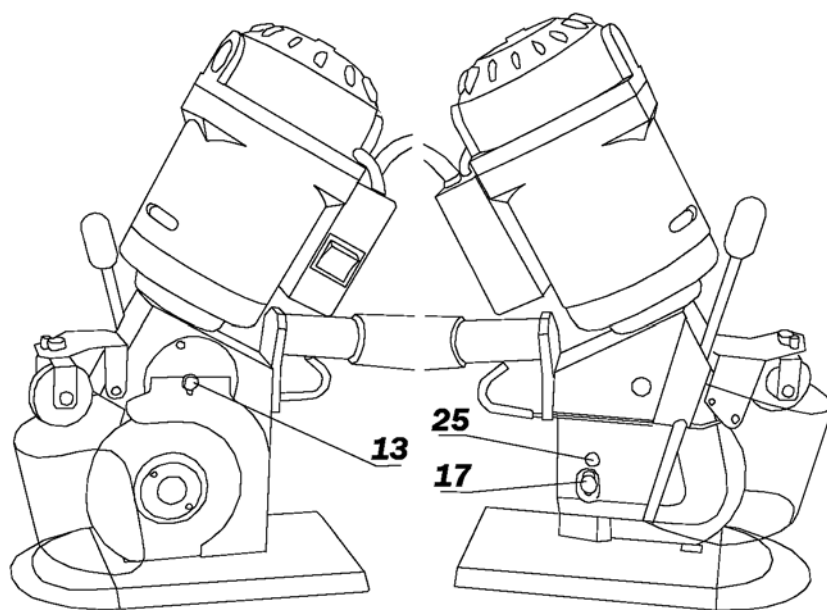

Рис. 6
Для этого нужно освободить (рис.6) два винта (17) и (13), затем поворотом эксцентрика (25) (черного цвета) правильно установить расстояние "W", приподнимая либо опуская стопу. После регулировки закрутить освобожденные прежде винты.